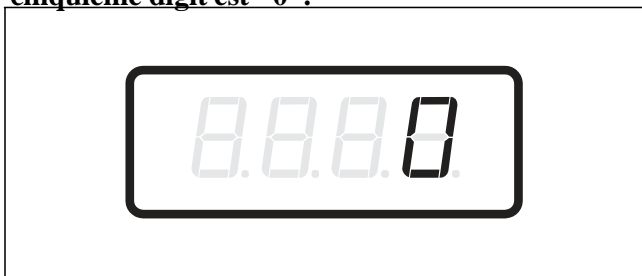

Figure 18
4. Lorsque "AtS6" s'affiche, appuyer sur la touche DEMARRAGE (Enter). Le Prix de vente #6 comprend cinq digits. Le cinquième digit s'affiche et clignote par intervalles d'une seconde. Se référer à la *Figure 18*.